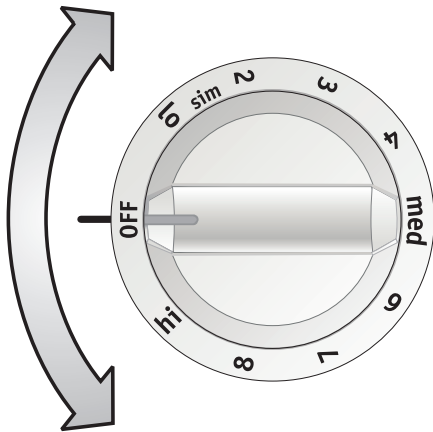

Figure 1 - Le bouton montré ici est typique.
2. Enfoncez et tournez le bouton de commande d'un côté ou de l'autre en vous référant à l'afficheur numérique (Figure 1) pour obtenir le réglage désiré.